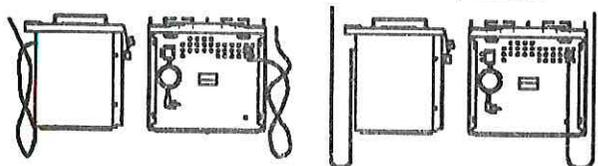

Рисунок 6 — Схема подсоединения газовых коммуникаций к плите
6.1.2 Снять транспортную заглушку с входного патрубка газового узла плиты и подсоединить газовые коммуникации к газовому узлу плиты. В случае присоединения при помощи газового шланга он не должен проходить в зоне горячего воздуха и касаться задней стенки плиты (рисунок 6).